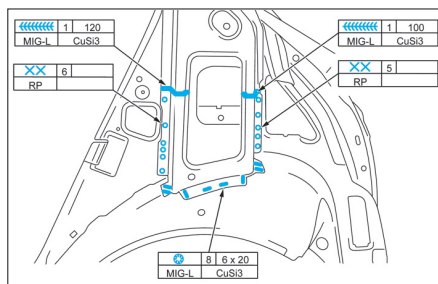

FIG. 102
- Souder le renfort de la doublure d'aile arrière (Fig.102).